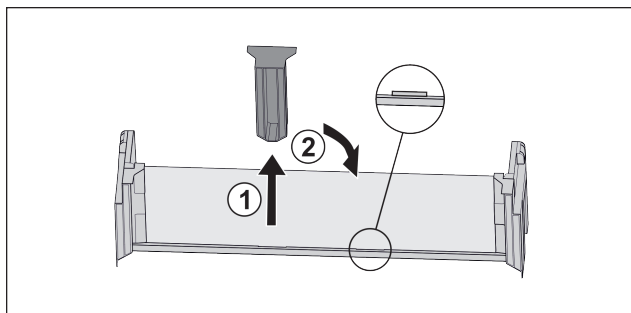

Fig. 23
- ▶ Retirar la pieza de sujeción central Fig. 23 (1).
- ▶ Colocar la pieza de sujeción central en la segunda posición Fig. 23 (2).